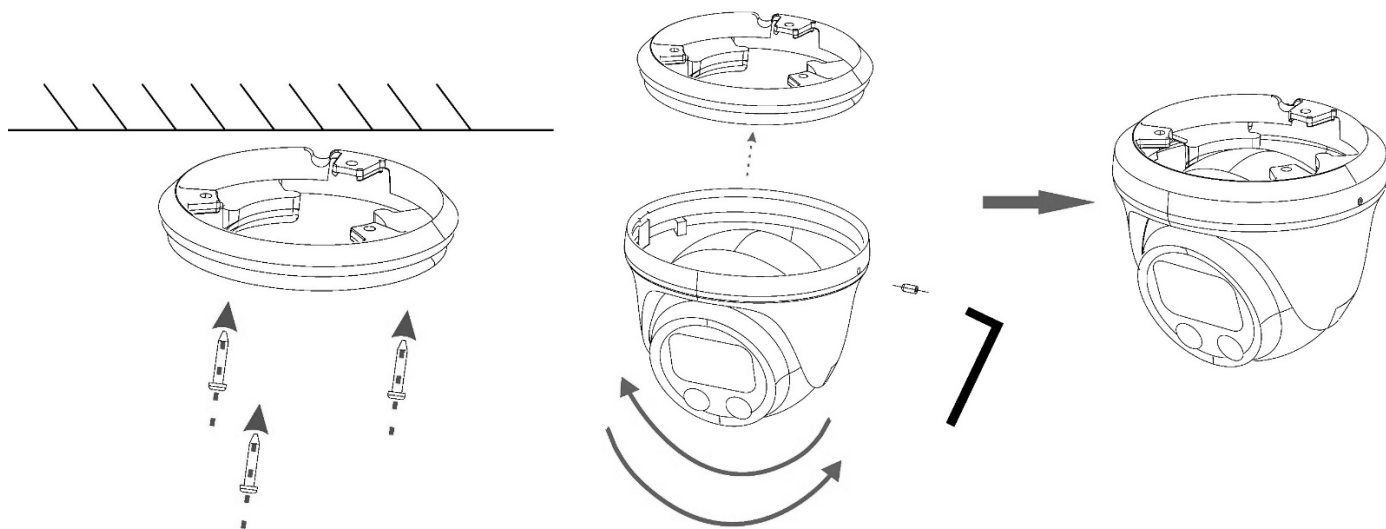

Рис. 1 – Монтаж камеры
4. Зафиксируйте камеру в основании, вставив корпус в основание и закрутив винт с помощью шестигранного ключа (см. рис. 1).